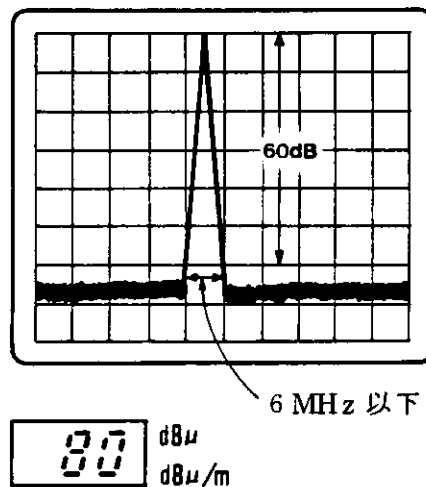

図5-4 バンド幅選択度のチェック
2. **TUNING**つまみをまわして、波形の両スロープが1 div. の目盛線枠内に入るように合わせます。(図5-4)